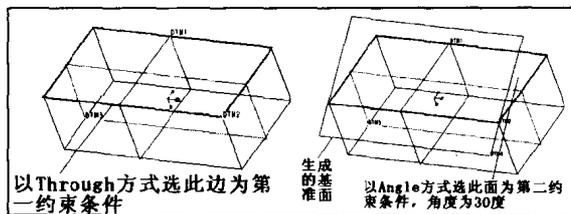

图1-2 以【Through】方式生成基准面
- **【Through】**：用于生成通过特征表面或者特征边缘线的基准面。当以特征表面为参考时，特征表面必须为平面，在此基础上，只需选择特征表面即可生成；当生成通过特征边缘线的基准面时，特征边缘线必须为二维平面线而不可以是三维线。同时，在选择完边缘线后，还需要制定第 2 个约束条件才能完成基准面的生成。第 2 个约束条件可以从其他生成基准面的方法中选择，比如**【Angle】**角度或者**【Tangent】**相切，如图 1-2 所示。